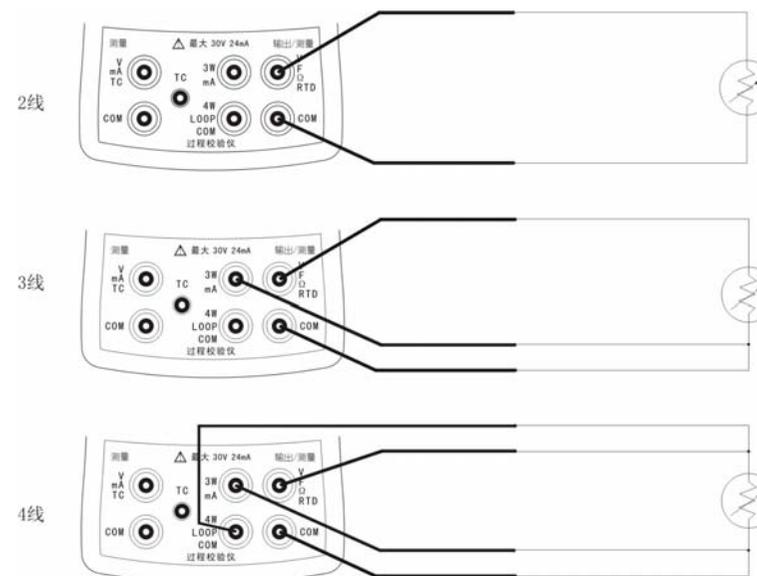

图 12 输出/测量端热电阻测量温度
- (1) 按  选择测量模式。
- (2) 按  直至屏幕下方显示“Ω”测量。
- (3) 按  选择二线、三线或四线连接。按照图 12 方式连接校验仪。
- (4) 屏幕下方将显示正确的测量值。
- (1) 按  选择测量模式，屏幕下方显示“测量”。
- (2) 按  选择热电阻测量。如果需要，继续按  键可切换测量热电阻类型。
- (3) 按  选择二线、三线或四线连接。如图 12 所示，把热电阻接到仪表的输出/测量插孔上。
- (4) 屏幕下方显示正确的测量值。